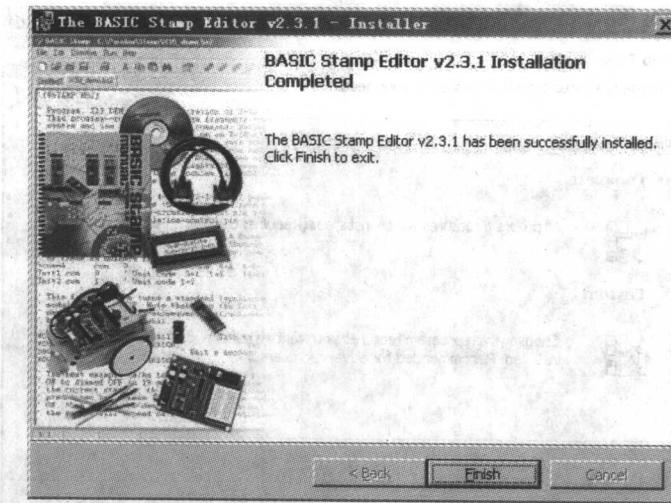

图 1.14 安装向导结束安装
- 当安装向导提示“InstallShield Wizard Completed”（编辑器安装顺利完成），如图 1.14 所示，单击“Finish”按钮。